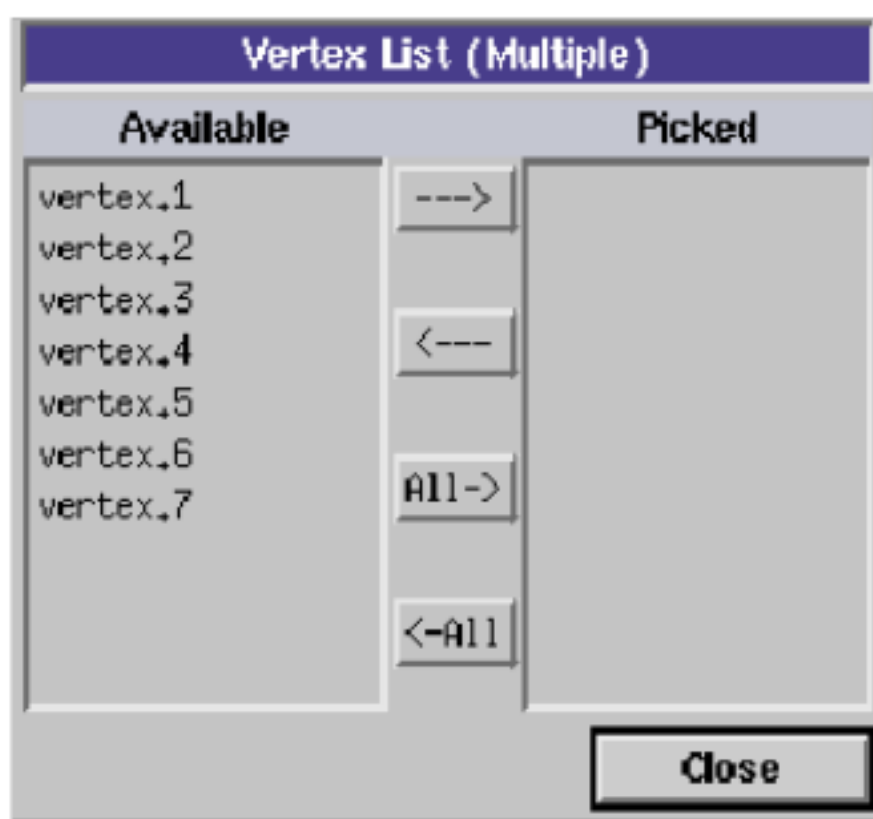

图 11
2. 单击输入栏右方的向上箭头，就会出现一个对话框，从对话框中可以选择需要的点的名称（见图 11）。因此为了便于记忆，建议在创建对象的时候要起一个便于记住的名字。